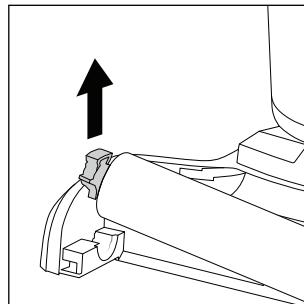

Fig. 34
- ◆ Agarre el soporte del lado izquierdo del rodillo de cepillos ⑥ y tire de este hacia arriba para extraer el rodillo de cepillos del pie del aparato ③ (consulte la fig. 34).